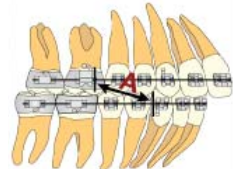

Figura 3.
- b. Misurare dal bordo distale dell' attacco del canino inferiore all'estremità mesiale del tubo del 1° molare superiore (Figura 3).